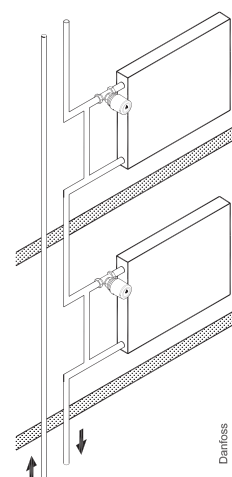

Abb. 2:
1. Es muss ein Bypass eingerichtet werden (Abb. 2). Das Bypassrohr muss normalerweise einen Durchmesser haben, der eine Größe unter dem Durchmesser des Hauptrohrnetzes liegt.